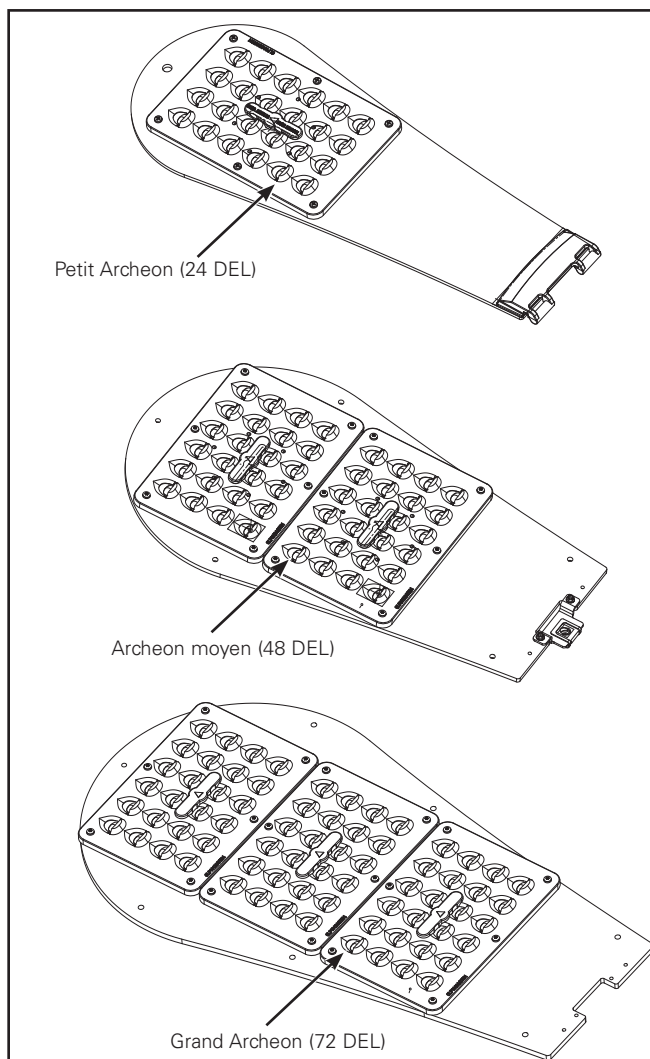

Figure 3.
4. La figure 3 illustre les configurations optiques pour les petit, moyen et grand formats Archeon.